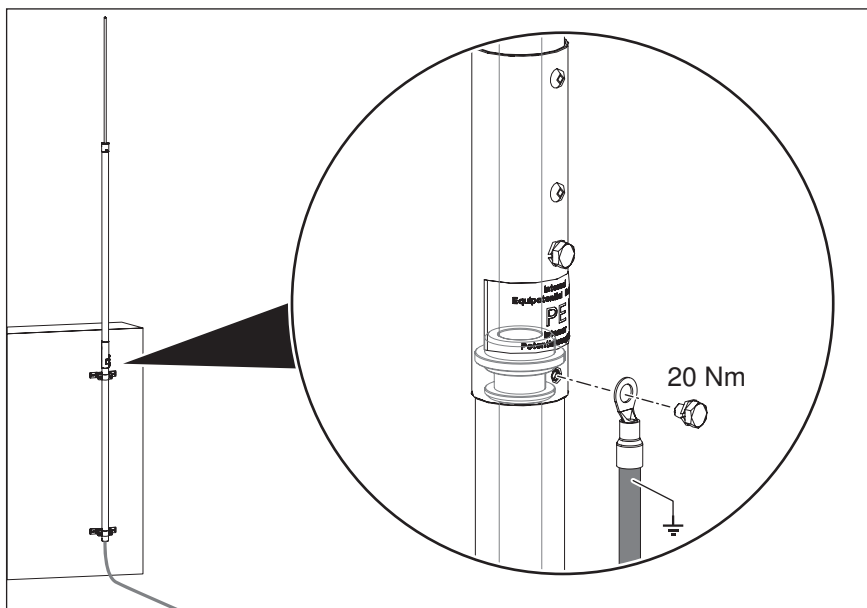

Рис. 53: Соединить систему уравнивания потенциалов с молниеприемной мачтой с помощью кабельного наконечника
- Ослабить болт, как показано на Рис. 53.